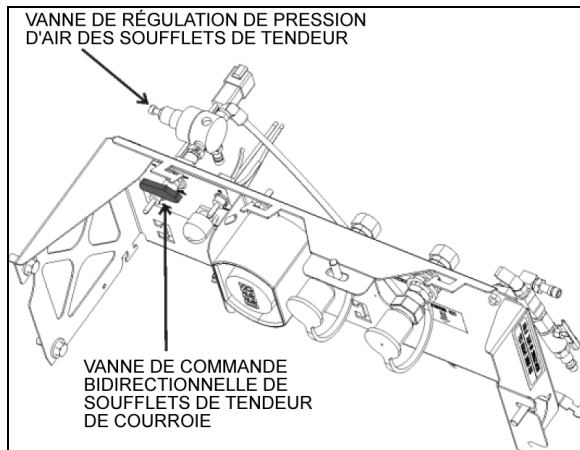

FIGURE 27: SOUPAPE DE COMMANDE DU TENDEUR DE COURROIE – SÉRIE H3
2. Pour les véhicules équipés d'un troisième alternateur, la tension de la courroie est aussi appliquée grâce à un soufflet pneumatique (Figure 25). Tourner la soupape de commande à deux voies du tendeur de courroies dans le sens antihoraire pour libérer la pression du soufflet (Figure 27).
Pour les véhicules de la série H3 équipés d'un 3^e alternateur, (Figure 25) la tension de la courroie est aussi appliquée grâce à un soufflet pneumatique ajusté par un régulateur de pression d'air (Figure 27). La pression adéquate de 45 psi est réglée en usine. Vérifier
La tension de la courroie est appliquée grâce à un soufflet pneumatique qui est ajusté par un régulateur de pression d'air (Figure 27). La pression adéquate de 45 psi est réglée en usine. Vérifier périodiquement la pression du régulateur avec un manomètre et corriger au besoin.